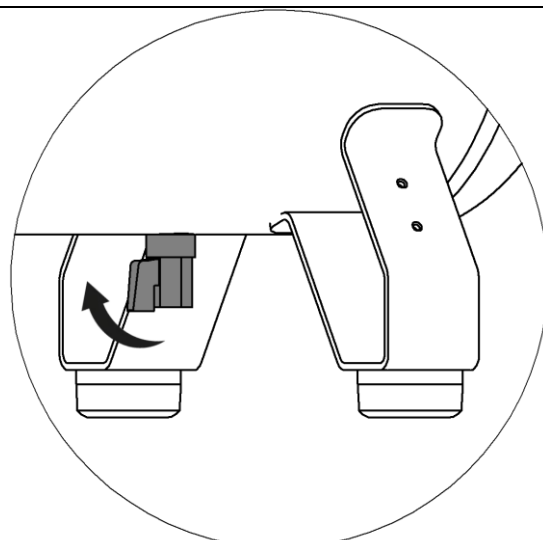

Рисунок 8
- 4 Откройте кран слива конденсата и слейте конденсат (рисунок 8).